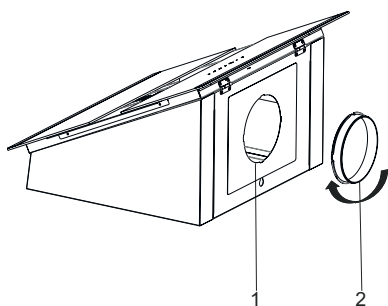

Fig. 12
3. ➔ Påsæt Ø150mm aftræksstuds på adapterpladen og drej den fast (Fig. 12).